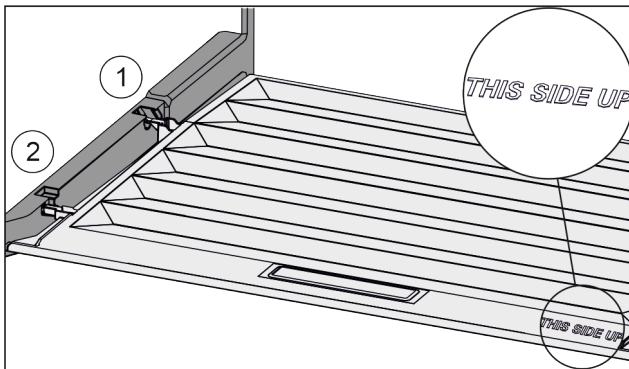

Fig. 102
- ▶ Dekselranden via de opening van de achterste houder Fig. 102 (1) aanbrengen en van voren in de houder Fig. 102 (2) klikken.